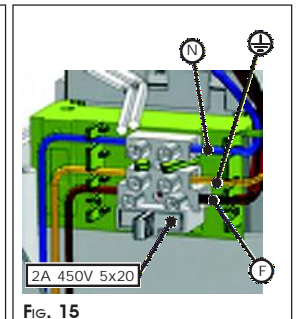

Fig. 15
② Sluit de voedingskabel aan, zoals aangeduid in Fig.15. Ook de aardingsdraad moet worden aangesloten. Zorg ervoor dat de draden van de voedingskabel op correcte wijze in de "pin strip" waarmee ze worden geblokkeerd, zijn geplaatst Fig.15.